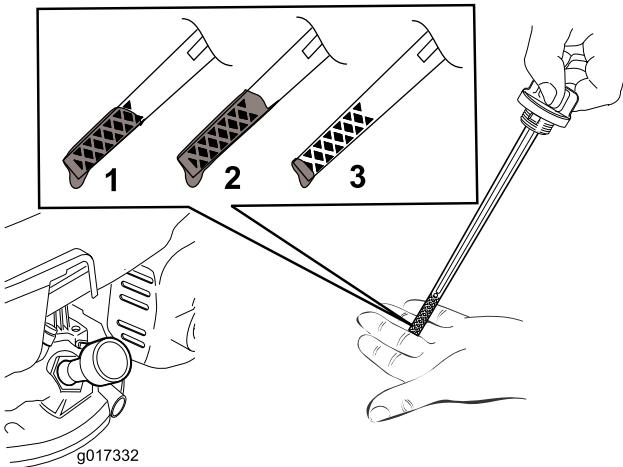

Figura 11
5. Para determinar o nível de óleo adequado na vareta, consulte a Figura 11.
- Nota:** Encha o cárter do motor com óleo até a vareta indicar que o nível de óleo do motor está correto, como se mostra na Figura 11. Se encher demasiado o motor com óleo, retire o óleo em excesso, como se mostra na Substituição do óleo do motor \(página 16\).